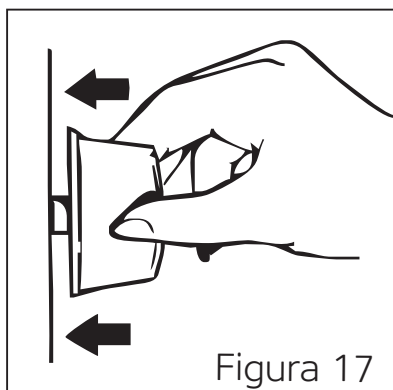
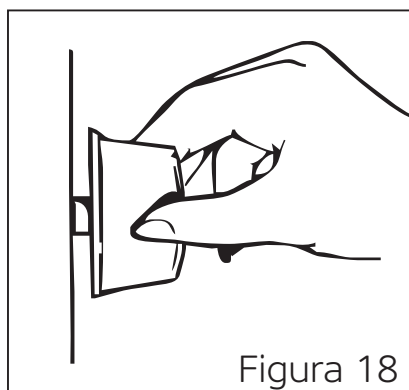
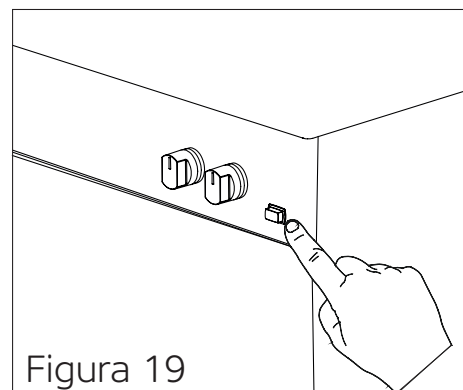

Figura 17
Figura 18
Figura 19
3. Para utilizar el quemador de cocina de su preferencia, pulse primero el mando en la dirección de la flecha y espere 5 segundos a que salga aire por los conductos (Véase figura 17).
En Los Modelos Con Encendido Manual; puede encender el quemador de cocción de su preferencia con un encendedor (Cerilla, mechero) girando el pomo (Véase figura 18).
*** En Los Modelos Con Encendido (Automático) Con Un Pomo;** usted puede encender el quemador de cocción de su preferencia presionando el pomo en la dirección de la flecha (Véase figura 17) y girando el pomo (Véase figura 18).
*** En Los Modelos Encendidos Por Botón;** primero, pulse el botón en el panel de control (Véase figura 19). Luego, pulsando el pomo del quemador de cocción que prefiera en la dirección de la flecha, podrá encender el quemador de cocción (Véase la figura 17).